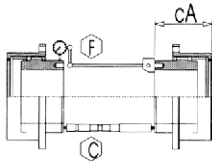
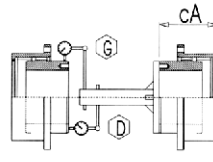

Fig.03
Fig.04
H.2 Calculez la valeur du désalignement angulaire en élaborant, suivant le schéma ci-après, les mesures du parallélisme de tête entre les surfaces frontales de référence des deux moyeux. Pour les accouplements avec entretoise tubulaire ou arbre oscillant, cette opération pourra être exécutée en utilisant un comparateur d'intérieur placé comme **C** en Fig. 03 ou un comparateur placé comme **D** en Fig. 04 ou **E** en Fig. 05. La différence maxi entre deux valeurs mesurées à 180° représente le  $\Delta A$ . Calculez la valeur du désalignement parallèle en exécutant, suivant les tableaux, une mesure de l'excentricité réciproque entre les diamètres de référence des deux moyeux. L'excentricité des moyeu sera mesurée en utilisant un comparateur placé comme **F** en Fig. 03, **G** en Fig. 04 ou **H** en Fig. 05. Les accouplements avec entretoise, qui ont une distance entre les centres des dentures élevée, nécessitent d'une précision d'alignement inférieure par rapport aux accouplement normaux; de toute façon, assurez-vous que l'ensemble de l'appareil de contrôle, pendant une rotation de 360°, n'a pas de jeux et, après, mesurez l'excentricité mini et maxi. La différence maxi relevée représente le  $\Delta P$ .